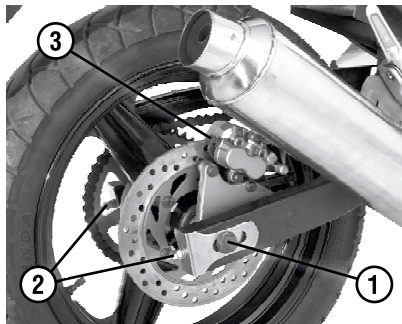

Рис. 16 Регулировка натяжения цепи
заднего тормоза: прокачка гидропривода тормоза заднего колеса осуществляется нажатием на педаль тормоза, удаление воздуха – через клапан (рис.16, поз.3).
1. ослабьте гайку оси колеса (рис. 16, поз. 1)
2. равномерно вращая гайки растяжек (рис. 16, поз. 2) на обеих сторонах маятниковой вилки, отрегулируйте необходимое натяжение цепи.